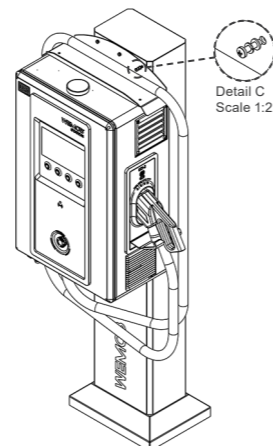

Figura 4.11: Punto de puesta a tierra de la brida del tótem WEMOB
5. Fije la parte superior de la estructura a través de los tres (03) puntos existentes, utilizando tres (03) tornillos hexagonales M6.
6. Realice el torque de apriete final de 10 Nm en todos los puntos de fijación para garantizar una instalación segura de la estación de recarga y la seguridad del operador, conforme la Figura 4.11.